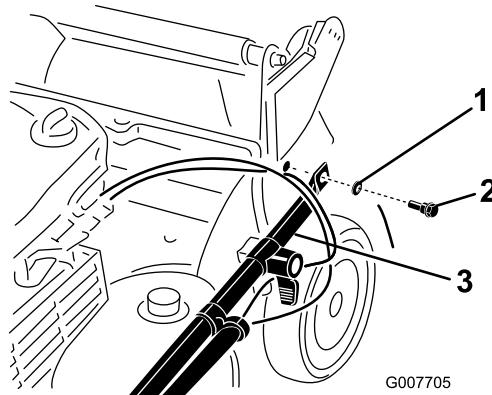

Bild 4
3. Befestigen Sie die Griffenden mit zwei Scheiben und zwei Griffschrauben am Mähergehäuse (Bild 4), ziehen Sie die Griffschrauben nicht fest.
Wichtig: Verlegen Sie die Kabel zur *Außenseite* des Griffes (Bild 4).